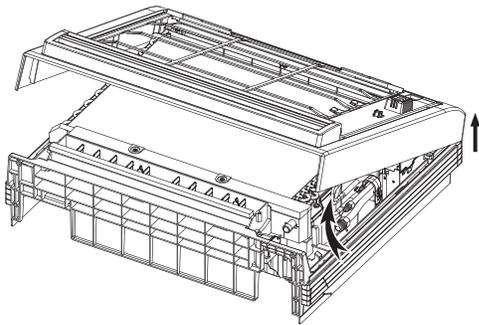

Figure 11 – Retrait du couvercle avant
3. Retirez le couvercle avant (consultez la figure 11).